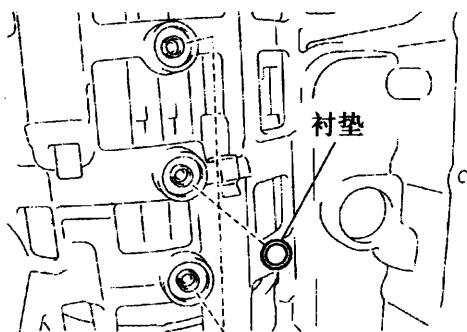
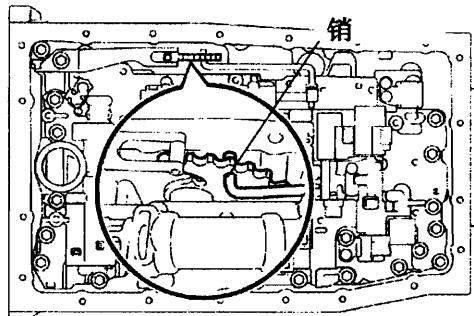

图 12-1-95
图 12-1-96
(44) 如图 12-1-95 所示, 安装 3 个驱动桥壳体衬垫。
(45) 安装变速器阀体总成。
①如图 12-1-96 所示, 将手动阀的凹槽对准杆上的销。